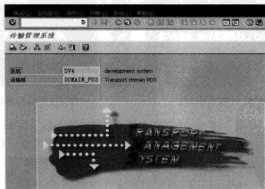

图 4-7 传输管理系统界面
(2) 请求传输命令 STMS。在创建的传输请求通过 SE09/SE10 命令释放以后,还需要通过 STMS 命令将此配置传输至目标系统。具体的传输步骤如下。
STEP 1 在命令行输入 STMS 命令,进入传输管理系统界面,如图 4-7 所示。